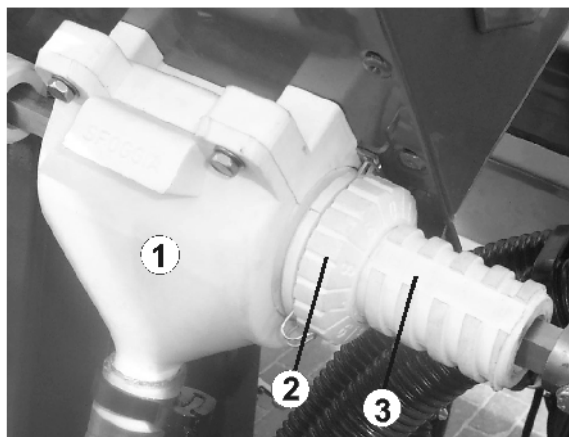

Fig. 43
Die Dosiereinheit (Fig. 43/1) besteht aus
- einem einstellbaren Schieber der die Ausbringmenge über einen Öffnungsquerschnitt dosiert. Zum Einstellen unterschiedlicher Dosiermengen wird das Stellrad (Fig. 43/2) in die erforderliche Position gedreht.